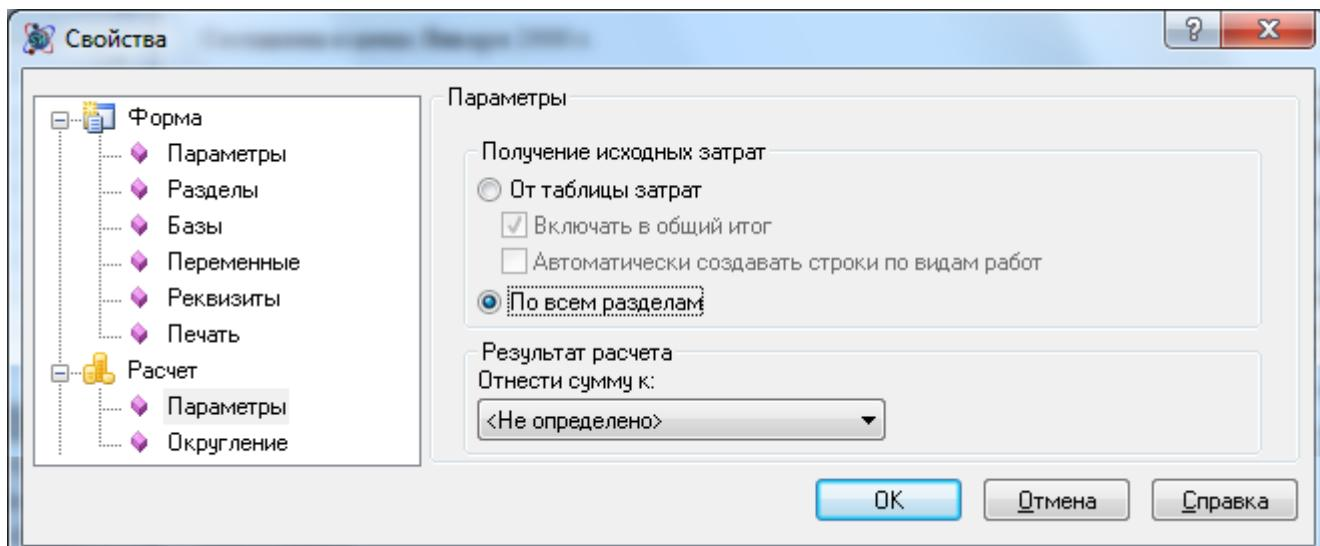

Рис. 3.21 Диалоговое окно Свойства, раздел Параметры расчета
3. Установить переключатель в положение По всем разделам (рис. 3.21) и нажать на кнопку OK.